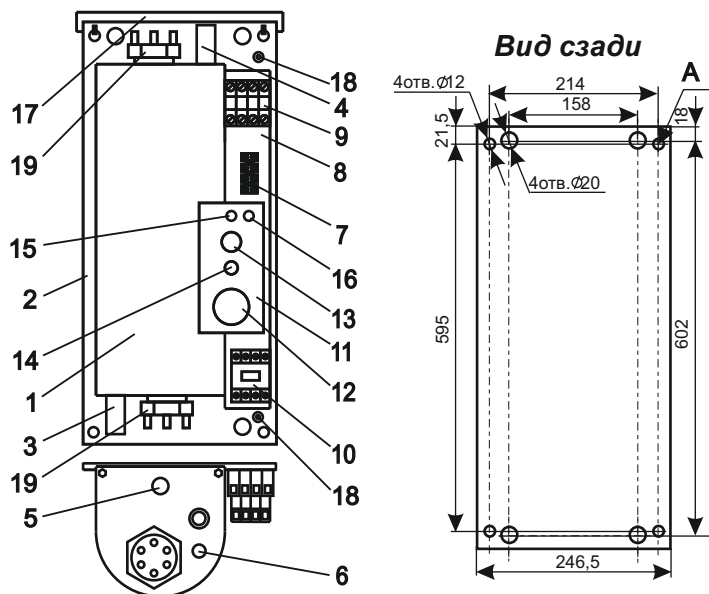

Рисунок 1 (кожух не показан):
4.1 Приборы ThermoTrust ST -3; -5; -6; -7,5; -9; -12; -15; -18; -21; -24; -30 в соответствии с рис. 1 состоят из следующих основных частей:
- котла (1) с входным (3) и выходным (4) патрубками G 1¹/₄, датчиком терморегулятора (6), аварийным самовозвратным термовыключателем (5), отключающим прибор при 92° С, и блоками трубчатых электронагревателей (ТЭН) (19);
- панели (2) с зажимом заземления (18) для подключения защитного проводника РЕ;
- кронштейна (8) с размещенными на нем зажимом клеммным (7) для подключения циркуляционного насоса и датчи-ка температуры воздуха, пускателем (10), элементами управления и сигнализации расположенными на панели управления (11):